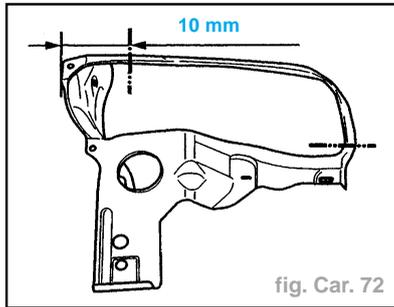

fig. Car. 72
- Tracer puis découper à l'aide d'une meule épaisseur **1 mm** (coupe définitive) (fig. Car. 72).